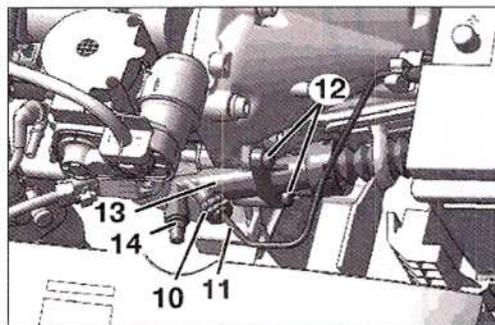

FIG. 7
- Separar la grapa (10) y el tubo (11) (Fig.7).